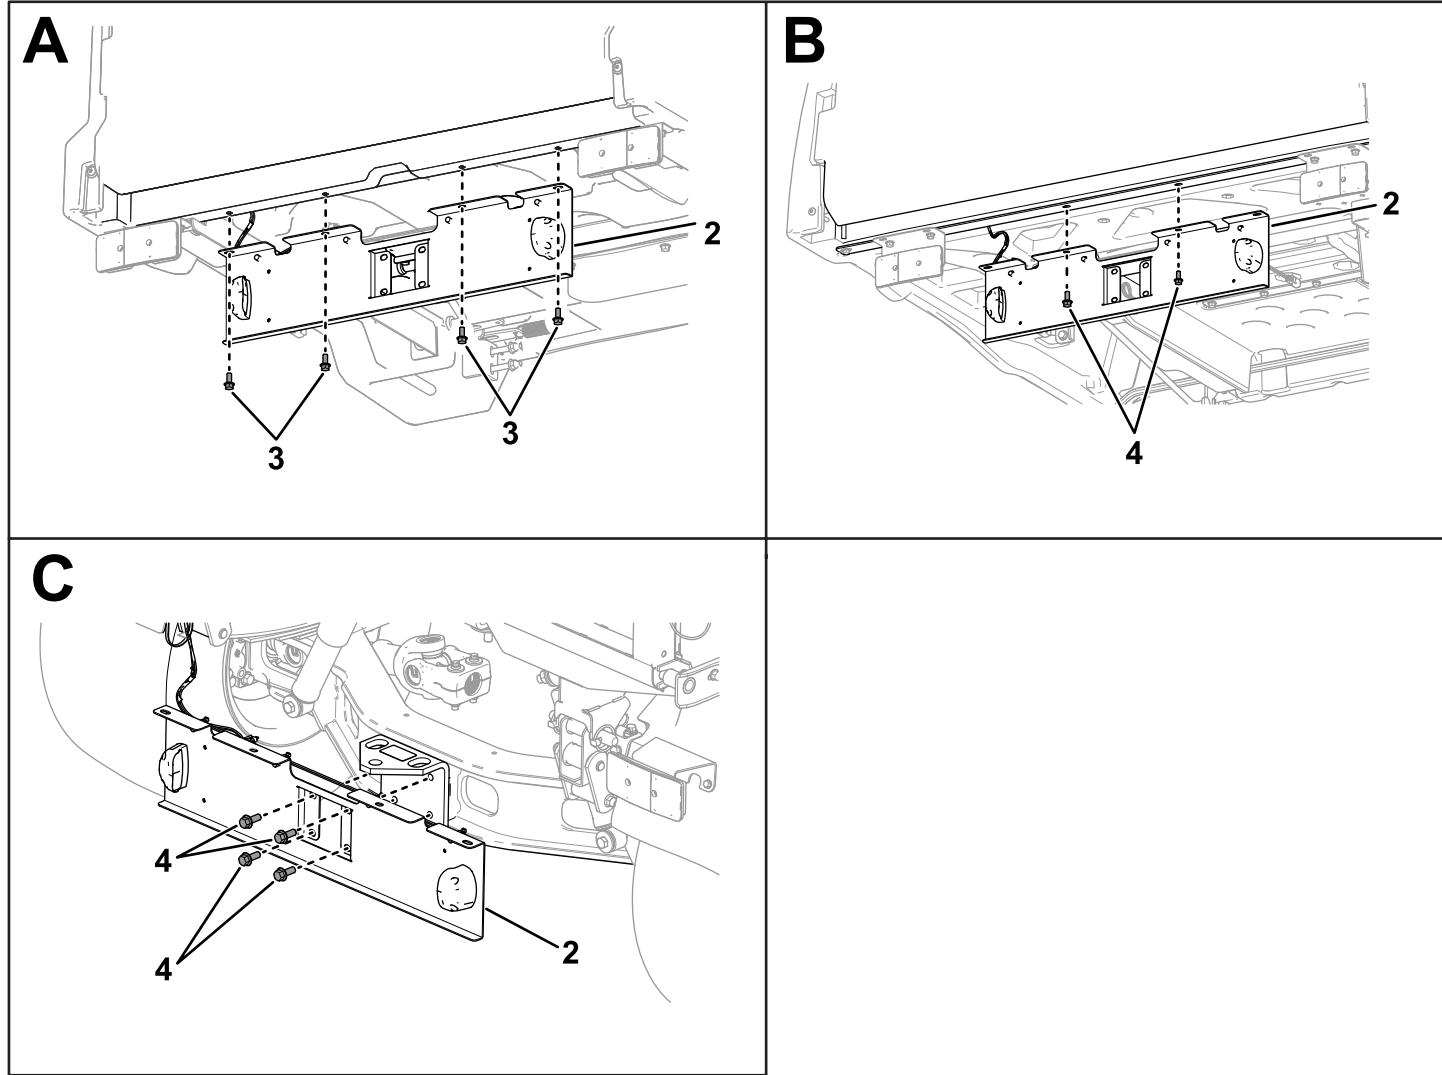

图 2
- **Workman GTX**用 4 个六角凸缘头螺栓 $5/16 \times \frac{3}{4}$ 英寸将支架安装到货斗的下面图 2 中的 A)。
- **Workman MDX**从货斗下面拧下 2 个现有的凸缘头螺栓并用它们安装支架图 2 中的 B。
- **Workman HDX**从挂接板上拧下 4 个现有的凸缘头螺栓并用它们安装支架图 2 中的 C。